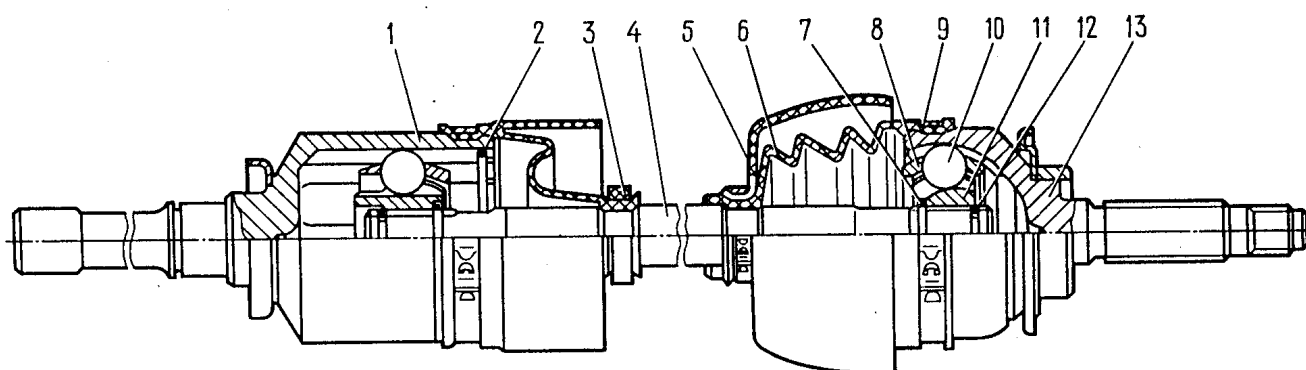

Fig. 3-85. Accionamiento de las ruedas delanteras:
El momento torsor se transmite a las ruedas delanteras desde el puente delantero propulsor con ayuda de dos juntas unidas entre si por el árbol 4 (fig.3-85). La junta exterior (junta homocinética) consta del cuerpo 13, anillo 11, jaula 8
- ensanchar la abrazadera 9 (fig.3-85) y quitarla de la funda de goma 6;
- antes de golpear el árbol 4 (fig.3-85) para unirlo con el anillo interior 11, será necesario instalar el anillo de retención 12 exactamente por el centro, y seguidamente dar un golpe brusco hacia abajo contra el extremo del árbol; el anillo de retención se comprimirá y pasará por el agujero estriado del anillo;